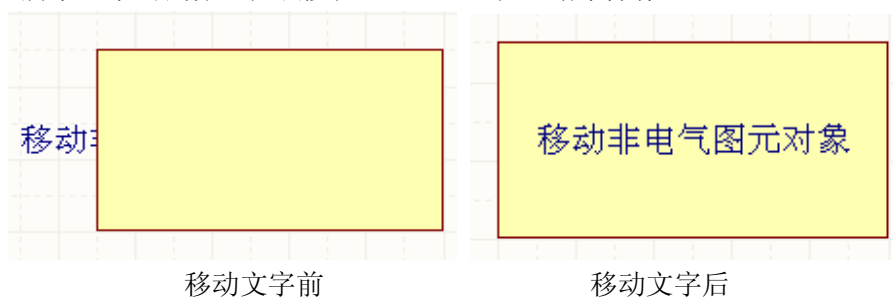

图 3.14 使用“Edit”->“Move”->“Move To Front”命令移动文字
(1) 选择“Edit”->“Move”->“Move To Front”命令，启动该命令后，鼠标指针变为“十”字形。
(2) 移动鼠标指针到文字对象的上方，单击鼠标左键，文字对象自动移到所有其他图元对象的上方，并被吸附到鼠标指针上。
(3) 移动鼠标指针到合适位置，单击鼠标左键，将文字对象放置到矩形对象的上方，如图 3.14 所示。单击鼠标右键或按键盘“ESC”键，结束操作。